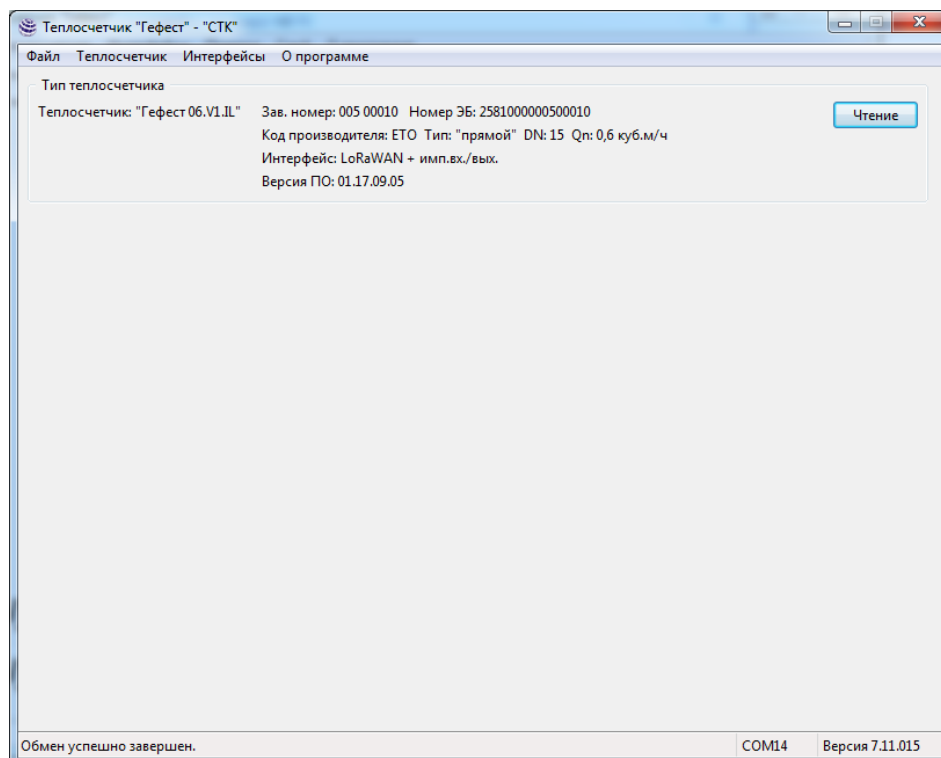

Рисунок 9. Основное окно программы Gefest\_Service.exe
6.3.1. После подключения к счетчику тепла и нажатию кнопки «Чтение» в основном окне программы (рисунок 9), на панели «Тип теплосчетчика» выводится его тип, заводской номер, тип интерфейса, версия встроенного ПО счетчика и ряд других параметров.